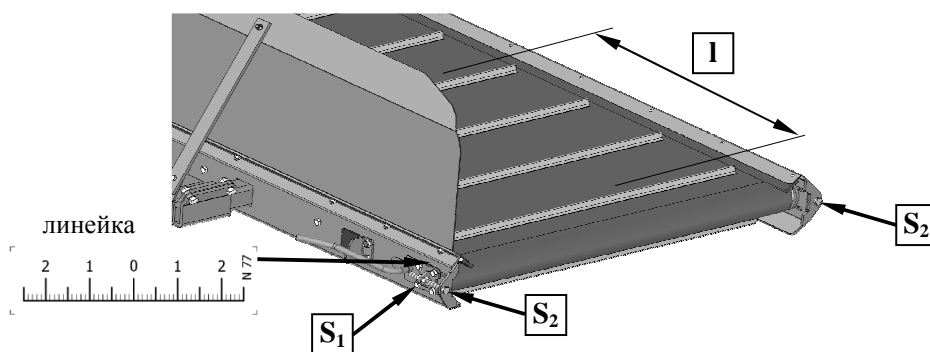

Рис. 46.
1. На установленной ленте отмечаем две черточки на расстоянии $l = 1000$ мм (Рис. 46).